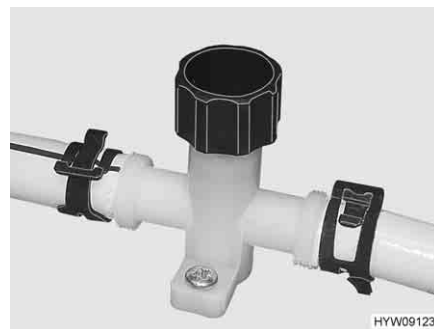

Fig. 155 Rubinetto di scarico (tubatura dell'acqua)
- Chiudere i rubinetti di scarico (Fig. 155). A tal fine, ruotare il coperchio in senso orario. L'ubicazione delle valvole di sicurezza/di scarico e dei rubinetti di scarico è riportata al paragrafo 10.6, alla fine di questo capitolo.